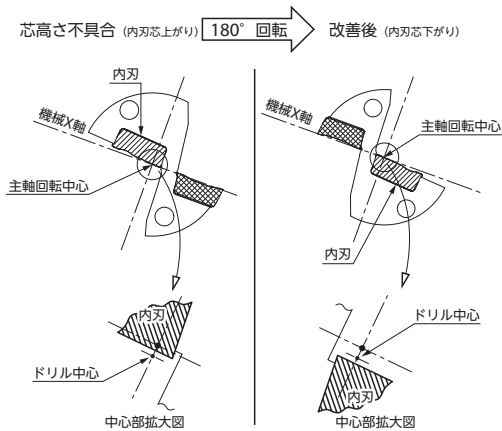

図8
A.ドリル本体を180°回転して取付けてみてください これで改善される場合が多いです(図8)